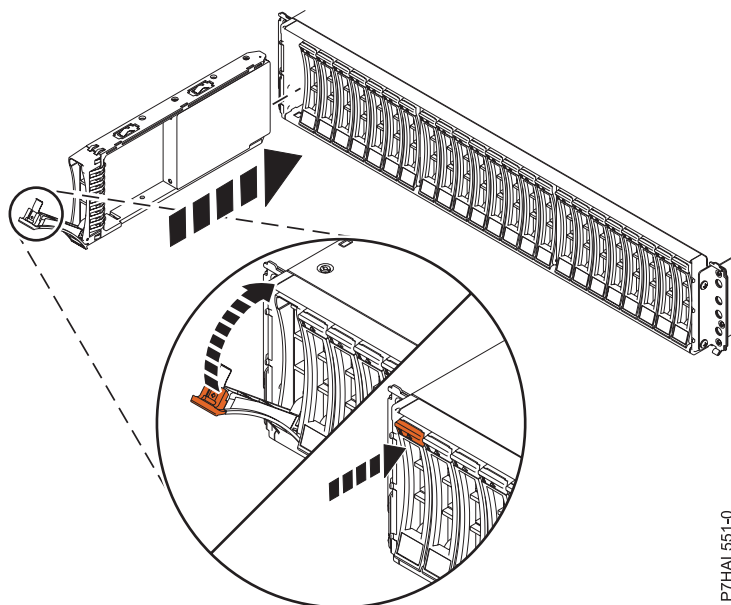

Figure 7. Installation de l'unité de disque dans le boîtier d'unité de disque 58/87
1. Avec la poignée en position déverrouillée (voir figure 7, à la page 15) maintenez l'unité par le dessous pour l'aligner avec les rails de guidage dans l'unité d'extension.